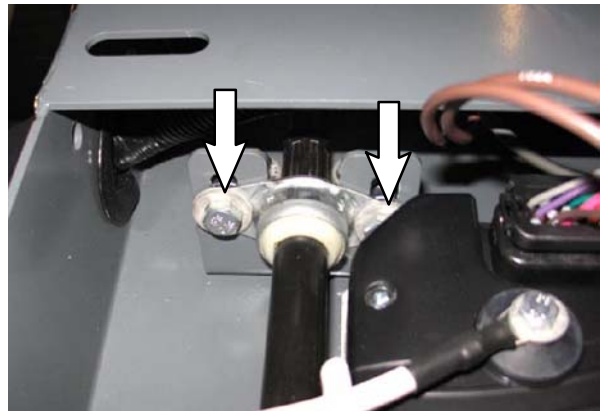

FIG. 50
27. Apriete los tornillos que sujetan el rodamiento con brida a la abrazadera de soporte (24 Nm / 18,5 pies lbf). (Fig. 50)